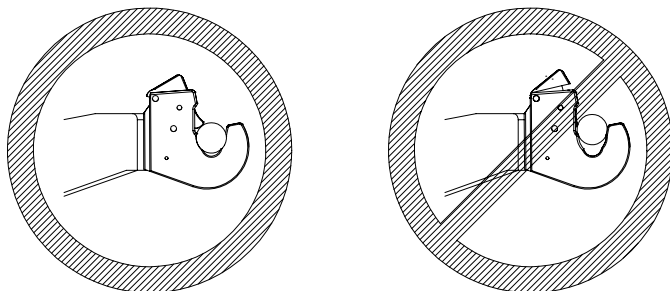

Bild 6.9: Låsa kulleöarna
- Kontrollera att kullelederna är låsta på rätt sätt, se bild 6.9.